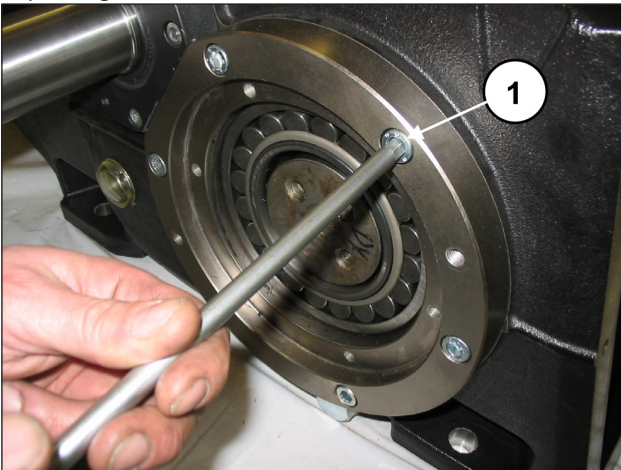

Fig. 22
Dévisser les vis des deux couvercles du support de coussinet (rep. ①, Fig. 22).